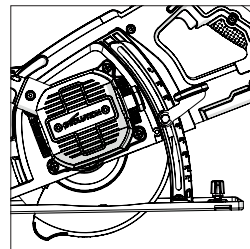

Fig. 11
Nota: Hay una galga de profundidad unida a la placa base. El alineamiento de la palanca de funcionamiento, (5), con la correspondiente profundidad requerida, (Fig.11), puede ayudar a realizar un ajuste rápido.